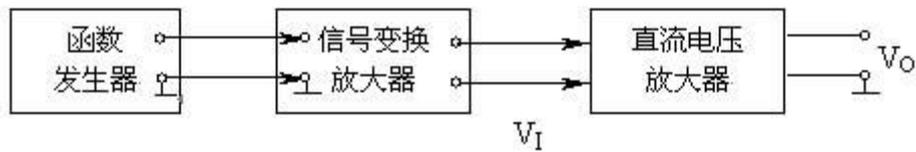

图2
(3) 设计并制作一个信号变换放大器，参见图 2。将函数发生器单端输出的正弦电压信号不失真地转换为双端输出信号，用作测量直流电压放大器频率特性的输入信号。